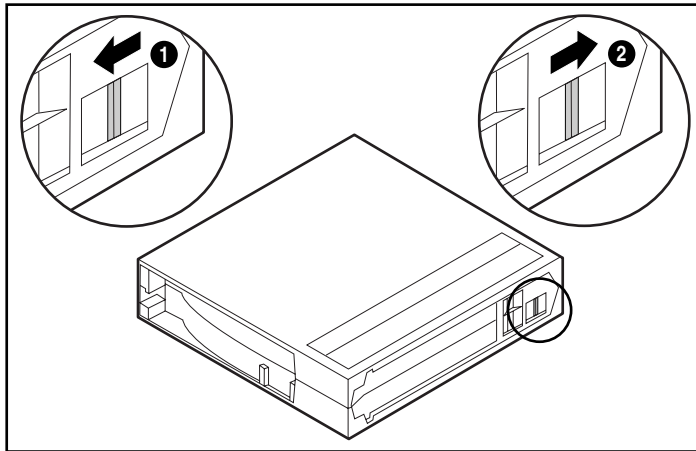

Figure 3-4 : Cartouche avec commutateur de protection en écriture
La cartouche est dotée d'un commutateur de protection en écriture qui évite tout effacement fortuit des données. Avant de charger la cartouche dans l'unité, positionnez le commutateur de protection en écriture sur l'avant de la cartouche. La figure 3-4 illustre l'utilisation du commutateur de protection en écriture. Si vous déplacez ce commutateur vers la gauche ❶, la bande est protégée en écriture, si vous le déplacez vers la droite ❷, la bande obtient des droits en écriture.